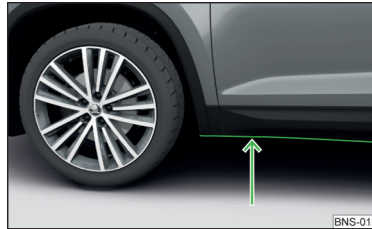

Abb. 263
- Daher vor einer Wasserdurchfahrt die Wassertiefe feststellen. Der Wasserstand darf maximal an die Unterseite des Unterholms reichen » Abb. 263.